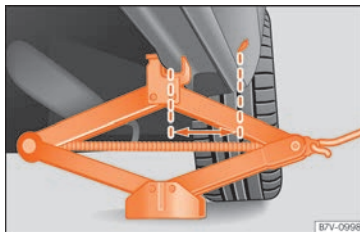

Abb. 48 Wagenheber hinten an der linken Fahrzeugseite angesetzt.
- Drehen Sie die Kurbel des unter dem Aufnahmepunkt des Längsträgers befindlichen Wagenhebers, bis sich die Nase » » **Abb. 48** unter der vorgesehenen Einführung befindet.